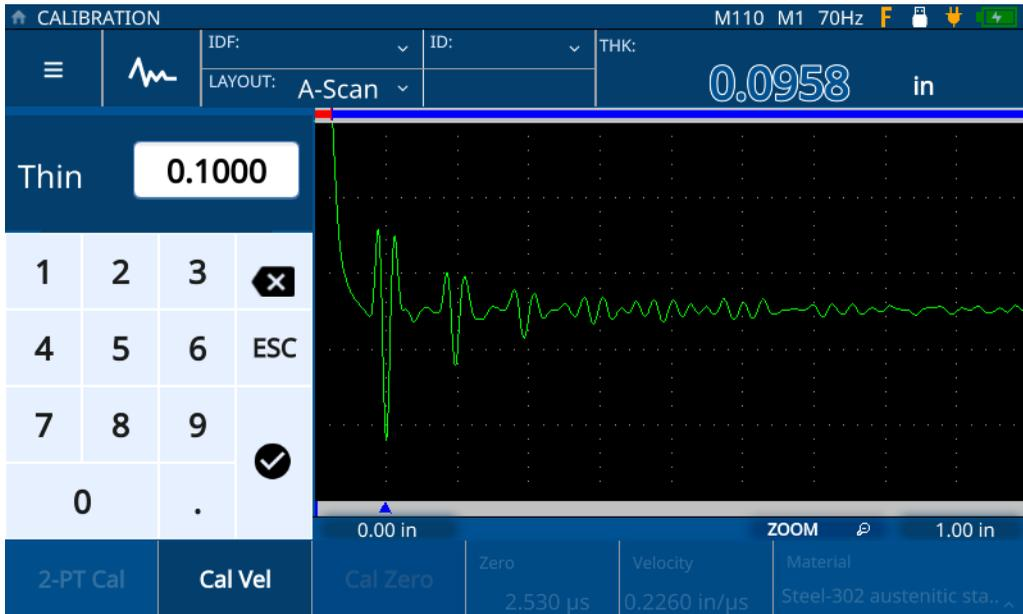

Abbildung 5-11 Eingabe der Dicke des Prüfteils
8. Wählen Sie den **Thick** Wert aus, um den Bearbeitungsmodus zu öffnen und geben Sie die Dicke des Prüfteils ein (siehe Abbildung 5-11 auf Seite 56).